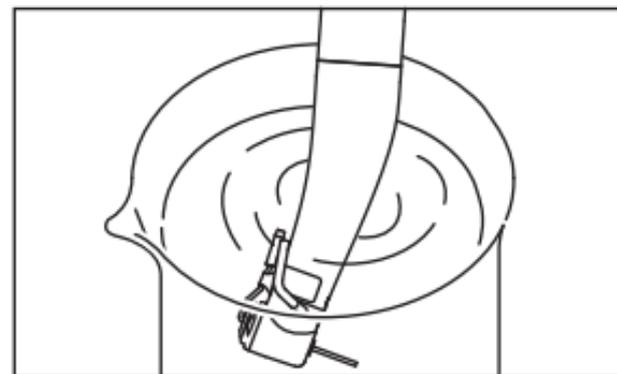

Fig. 13
- 4) Retirez le tube d'irrigation. Plongez environ 20 mm de la tête de la pièce à main dans l'eau, puis faites fonctionner la pièce à main en rotation avant et arrière à la vitesse maximale pendant environ 15 secondes. (Fig. 13)